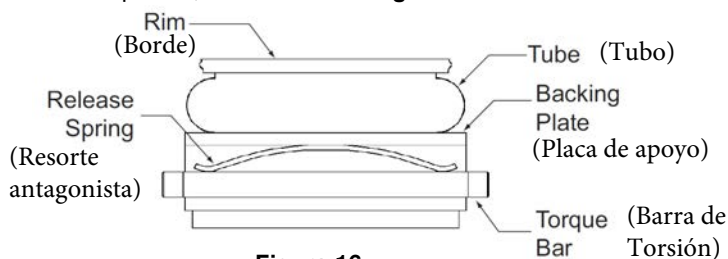

Figura 16
- 4.7.5 Coloque una barra de torsión en cada orificio de acoplamiento en la placa lateral, deslice un conjunto de zapata de fricción en cada barra de torsión y golpee cuidadosamente un resorte de liberación (Los elementos 51VC1600, 60VC1600 y 76VC1600 tienen dos resortes de liberación en cada cavidad) en su lugar. Asegúrese de que el resorte esté colocado en el lado de la barra de torsión opuesta al revestimiento de fricción. Además, el resorte debe estar en contacto con la barra de torsión en dos puntos, no en uno. Ver **Figura 16**.